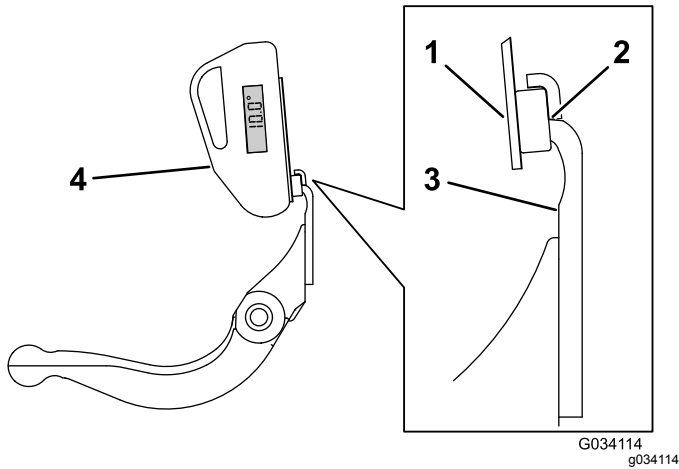

Figura 22
3. Coloque el soporte del indicador de ángulo sobre el filo de la contracuchilla de manera que el borde del imán esté enrasado con el filo de la contracuchilla (Figura 22).
- Coloque el indicador de ángulo en el soporte, según se muestra en Figura 22.